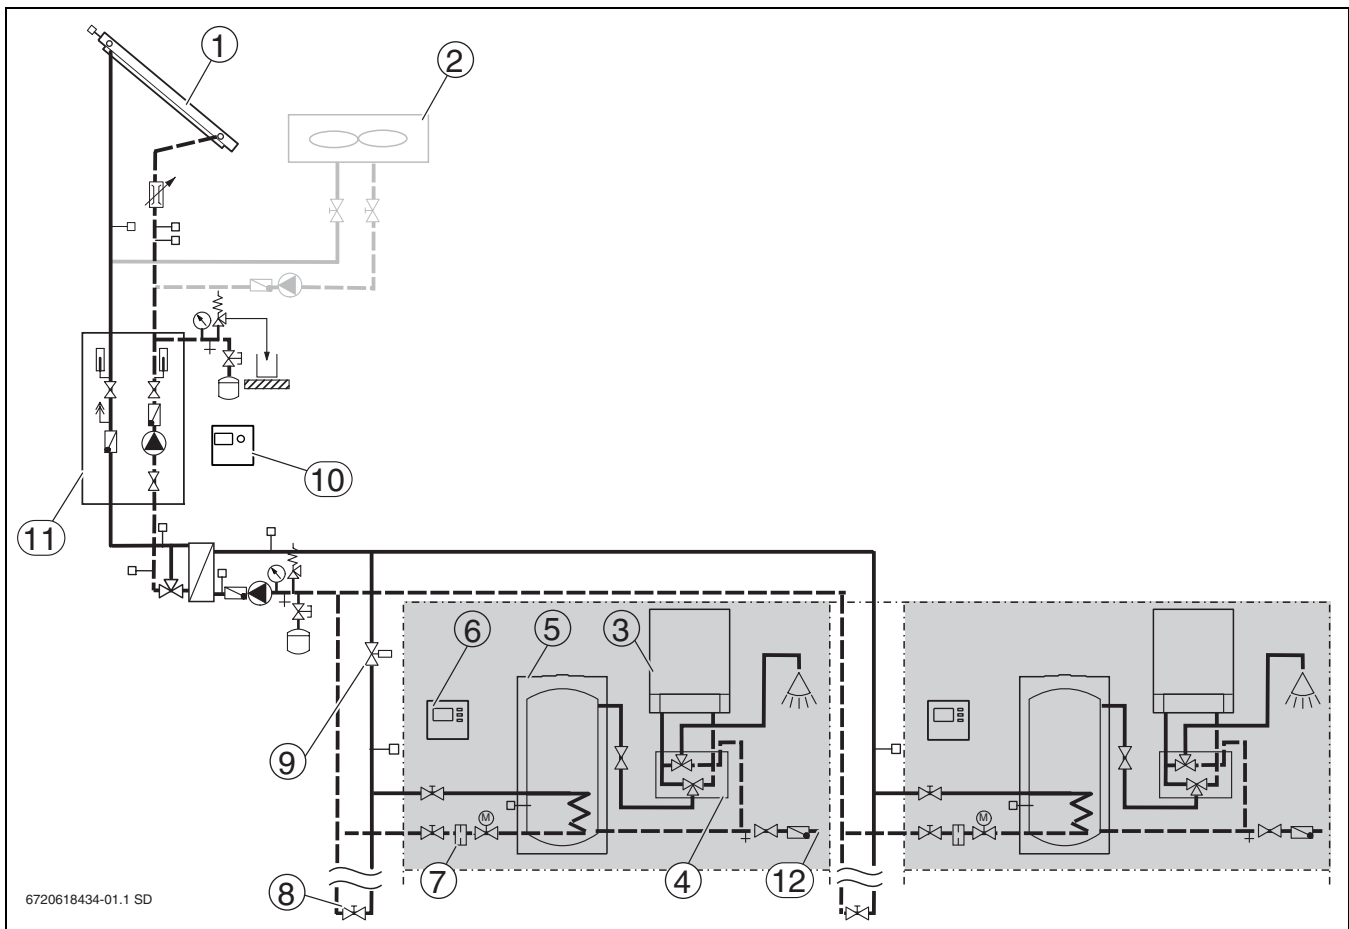

Bild 1
- ▶ Komponenten entsprechend der Systembeschreibungen (→ Bild 1 und 2) und Planungsunterlage einbauen.
- ▶ Spanien: Entsprechend der CTE kann ein Notkühler bauseits installiert werden, um die überschüssige Energie abzuführen (→ Bild 1 und 2).
- ▶ Hinter jeder Pumpe eine Schwerkraftbremse montieren, um Fehlzirkulationen zu vermeiden (→ Bild 1 und 2).